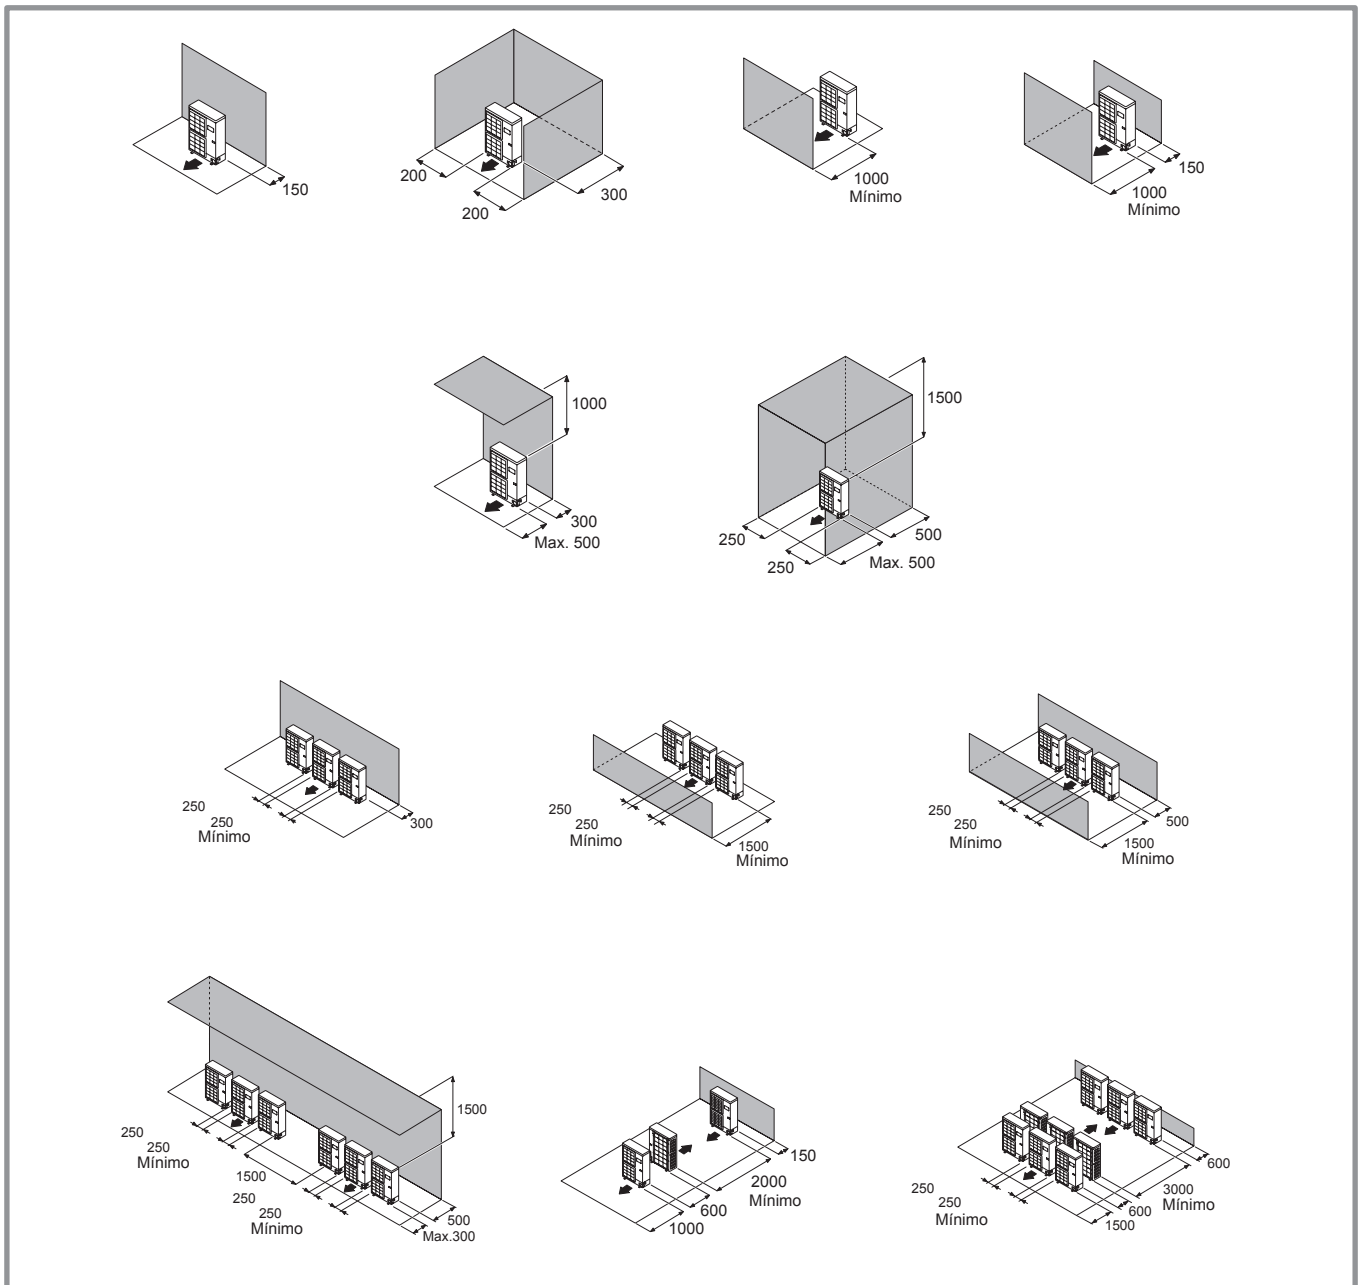

figura 12 - Separaciones mínimas de instalación alrededor de la unidad exterior
- ☞ **La unidad exterior debe instalarse exclusivamente en el exterior (fuera). Si se precisa una protección, ésta debe tener amplias aberturas en las 4 caras y debe respetar las separaciones de instalación (figura 12).**
- Ningún obstáculo debe impedir la circulación del aire a través del evaporador y en la salida del ventilador (figura 12).